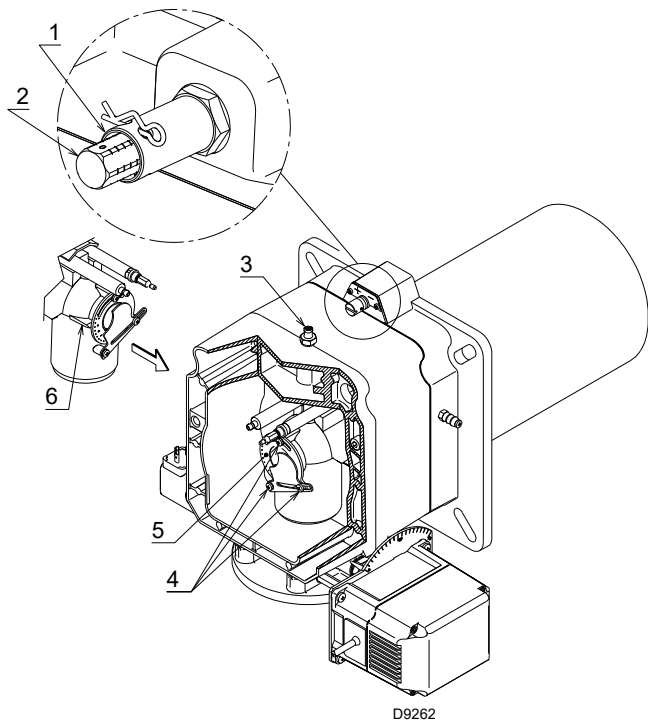

Fig. 18
- Girar el tornillo 2)(Fig. 18) hasta que coincida la muesca encontrada con el plano delantero 1) de la brida.
Para facilitar la regulación, aflojar el tornillo 3)(Fig. 18), regular y después bloquear.